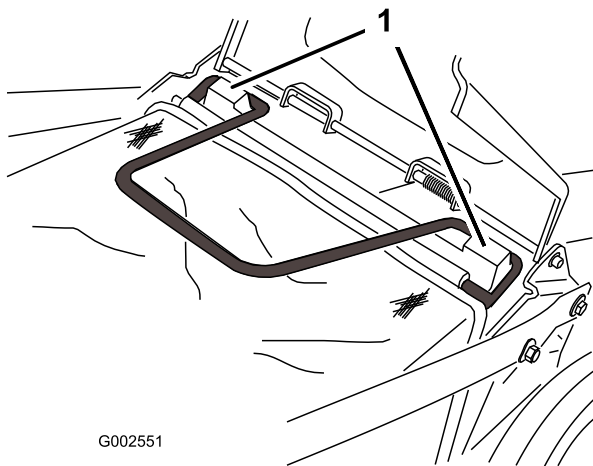

Figura 20
3. Instale la bolsa sobre las varillas de montaje de la bolsa (Figura 20).